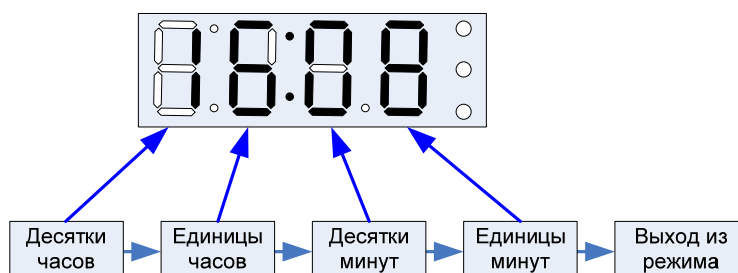

Рис. 24
2.5.3 В режиме «Установка времени» длительное нажатие, не менее 2 сек и не более 5 сек, производит выбор следующего разряда для корректировки. Перебор разрядов происходит согласно Рис. 24.